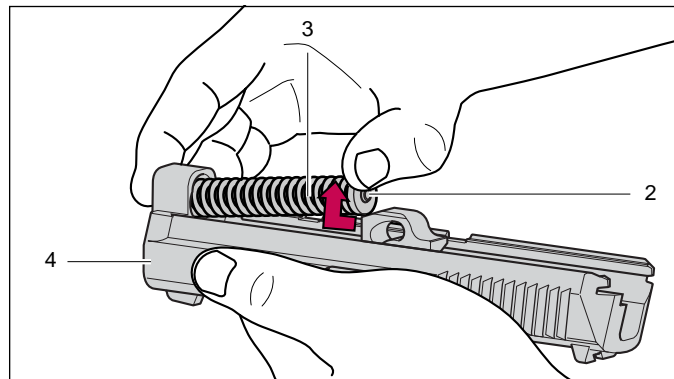

Fig. 11
7. Presser le tube de ressort récupérateur 2 vers l'avant et latéralement, le soulever avec précaution et enlever le ressort récupérateur 3 avec le tube de ressort récupérateur 2 de la culasse 4 (Fig. 11).